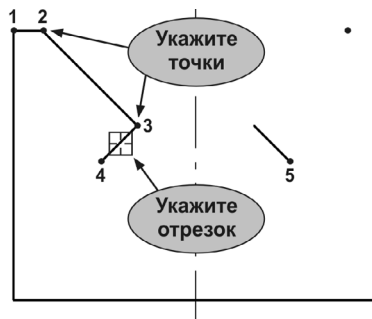

Рис. 7.18.
4. В ответ на запрос системы укажите курсором любую точку отрезка 3–4 (рис. 7.18).